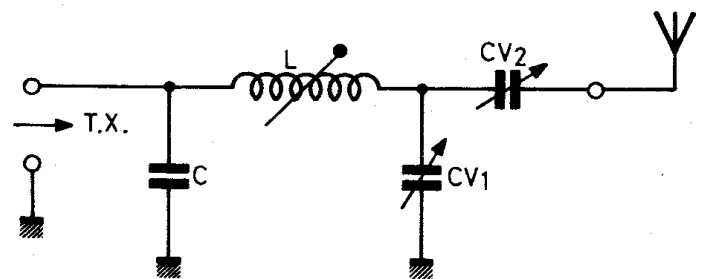

Fig. 13 – le coupleur en Π + C
- Citons enfin l'excellent coupleur pour antenne asymétriques ; le **Π + C** (Fig. 13).